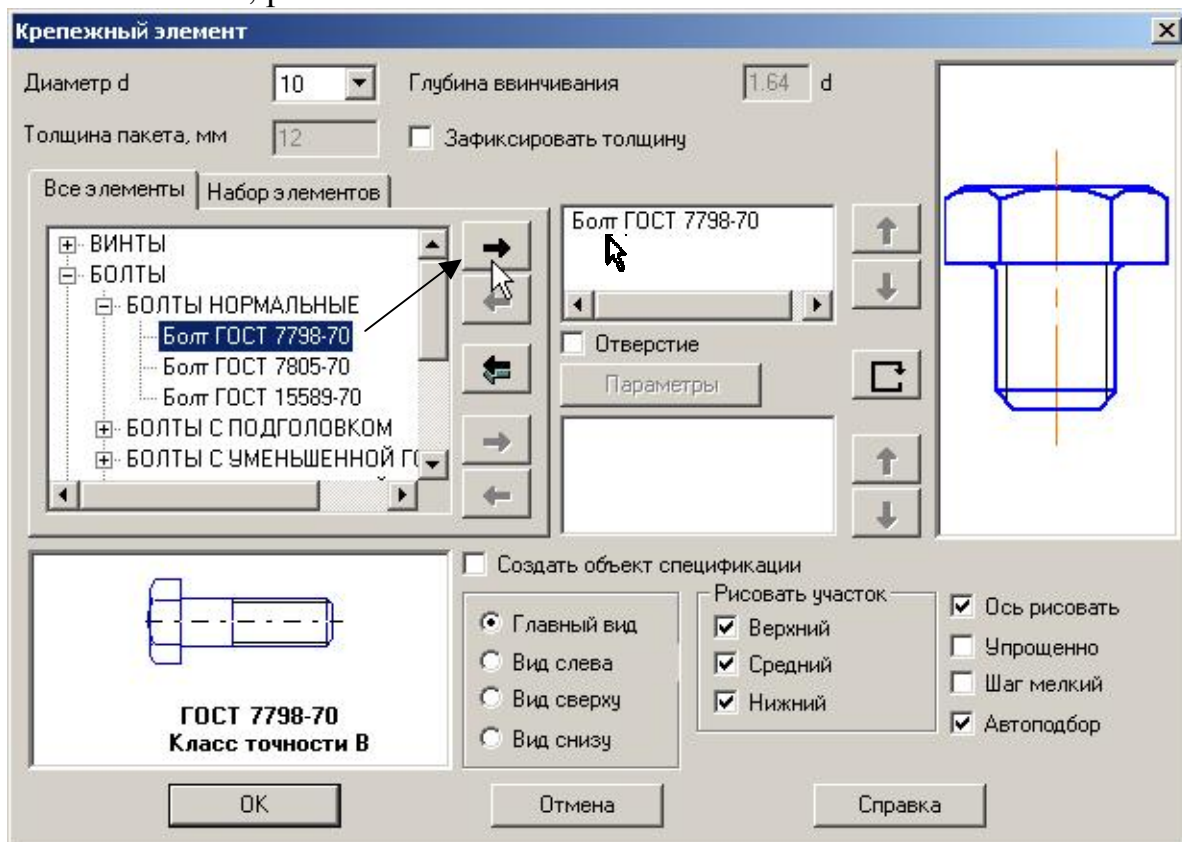

Рис. 48
- 1) Включите команду **Крепежный элемент**, на вкладке **Все элементы** выберите **Болт ГОСТ 7798-70**, установите диаметр «10» и кнопкой , рис. 48, скопируйте болт в верхнее окно. Выберите соответствующие шайбу и гайку (рис. 37) и скопируйте их в нижнее окно. Проставьте маркеры на **Отверстие**, **Создать объект спецификации**, **Автоподбор**,